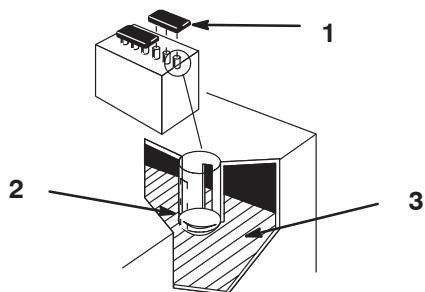

Bild 28
2. Entfernen Sie die Fülldeckel. Wenn der Füllstand das unteres Rohrteil nicht erreicht (Bild 28), füllen Sie genug destilliertes Wasser nach; siehe „Nachfüllen von Wasser in die Batterie“ auf Seite 29.
2. Nehmen Sie die Verschlussdeckel ab (Bild 28).
3. Gießen Sie langsam destilliertes Wasser in jede Batteriezelle, bis der Füllstand den unteren Teil des Rohrs erreicht (Bild 28).